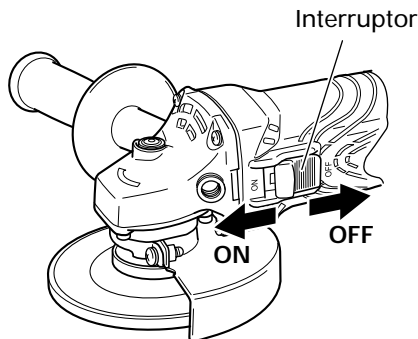

Fig. 3
2. Conecte la alimentación de la amoladora. (Fig. 3) Sujetando firmemente la amoladora, utilice un dedo para deslizar el interruptor hasta la posición "ON".